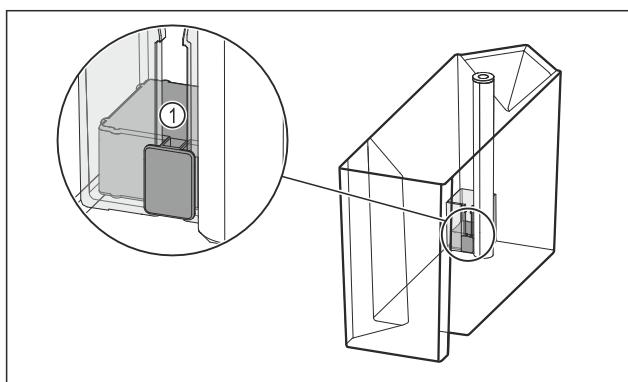

Fig. 98
- Перевіріти, чи не заклинило поплавець Fig. 98 (1). Якщо поплавець заклинило: